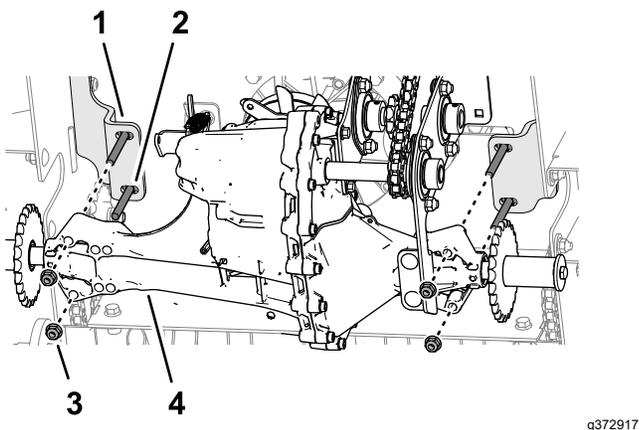

Рисунок 56
7. Удерживая трансмиссию, отверните 4 фланцевые контргайки (5/16 дюйма), которые крепят трансмиссию к креплению моста, и осторожно опустите трансмиссию на землю (Рисунок 56).